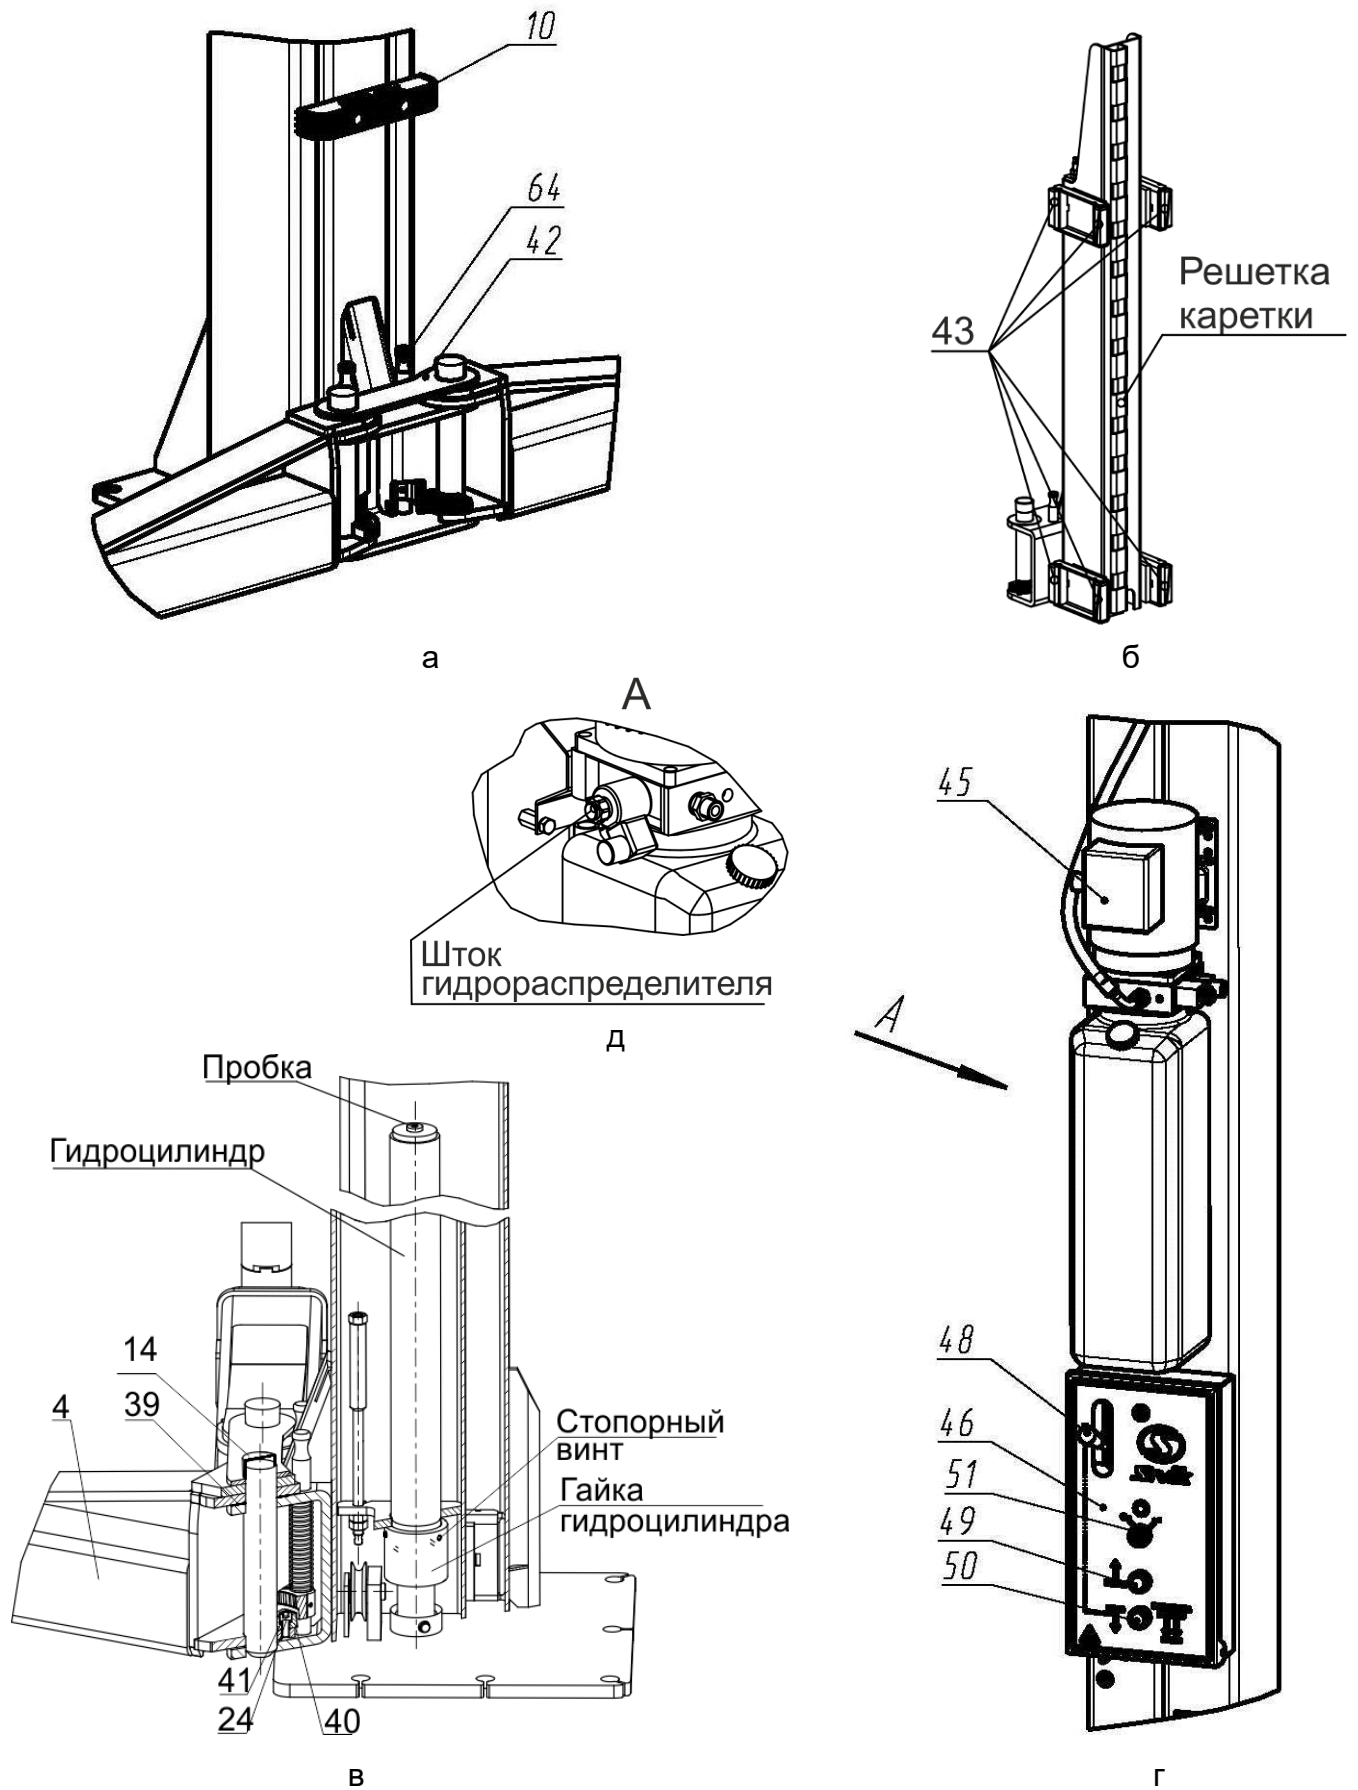
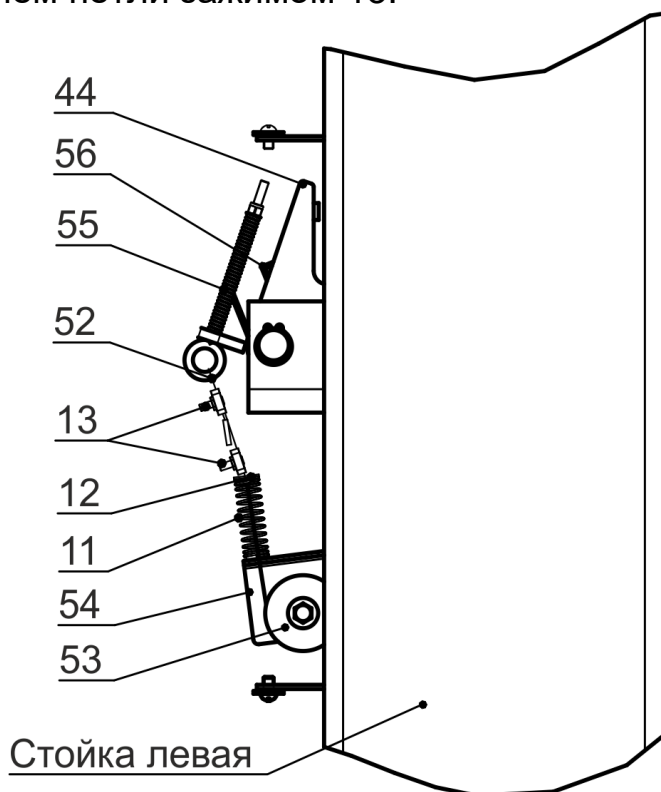

Рисунок 4.1 – Виды подъемника
Рисунок 6.5 - Система стопорения кареток
Подъемник (рисунок 3.1) состоит из двух стоек коробчатого сечения – правой 1 и левой 2, двух надставок 5 и 6 соединенных между собой поверху перекладиной 3. Подъемник имеет возможность регулировки по высоте от 4197(4712)¹ мм до 4447(4962)¹ мм. Это достигается креплением надставок 5 и 6 на первый или второй ряд крепежных отверстий. В стойках размещены каретки 63 с закрепленными на них поворотными телескопическими подхватами 4 равной длины. На концах подхватов 4 установлены опоры 7, подставки опоры 8,9. Подхваты фиксируются стопорными устройствами 64 (рисунок 4.1а), автоматически срабатывающими при подъеме автомобиля. При опускании кареток 63 в крайнее нижнее положение происходит автоматическое расстопорение подхватов 4. Каретки 63 приводятся в движение гидравлическими цилиндрами, установленными внутри стоек. Подъемник снабжен системой 62 тросовой синхронизации движения кареток 63.
Каждая каретка 63 (рисунок 4.1б) снабжена полиамидными ползунами 43, скользящими по беговым дорожкам стоек 1 и 2. Каретки фиксируются на требуемой высоте стопорами-защелками 44 (рисунок 6.5), закрепленными на стойках 1,2 и входящими в зацепление с решетками на каретках 63.
На правой стойке (рисунок 4.1г) размещена насосная станция 45 с пультом управления 46. Внутри насосной станции 45 находится клапан предохранительный, предотвращающий перегрузку в гидросистеме. Клапан предохранительный настроен на заданное давление и опломбирован.
Для предотвращения повреждения дверей автомобиля (при открывании) на каретки 63 установлены накладки 10, фиксируемые винтами М8х30, шайбами 8Г и шайбами 8 (рисунок 3.1 и рисунок 4.1а).
Управление подъемником осуществляется рычагом 48 (рисунок 4.1г) и двумя кнопками 49 и 50, установленными в пульте управления 46. Рычагом 48 осуществляется расстопорение кареток 63, а кнопками 49 и 50, подъем (кнопка 49) и опускание (кнопка 50) кареток 63.
ⓘ **ВНИМАНИЕ!** Перед сборкой проверить затяжку гаек гидроцилиндров и стопорных винтов (рисунок 4.1в).
6.6 Установить тросик системы стопорения (рисунок 6.5). Для этого снять крышку, закрывающую стопор-защелку 44 на левой стойке 2, отвернув два винта М6х10. Тросик 52 системы стопорения, закрепленный на правой стойке 1 (с насосной станцией 45), протянуть через блоки 35, направляющие трубки в перекладине 3 к стойки левой 2 и вывести через блок 53 и отверстие в кронштейне 54 наружу. На свободный конец тросика надеть пружину 11 со втулками 12, выбрать слабины тросика и затянуть зажим 13.
Для того чтобы проверить срабатывание упругой тяги 55, необходимо одному человеку прижать рукой защелку 44 к стойке 2, а другому повернуть рычаг 48 (рисунок 4.1г) вниз. Упругая тяга 55 должна вытянуться на полный ход штока.
При повороте рычага 48 вниз (рисунок 4.1г), защелка на левой стойке должна отвестись, так же как отвелась защелка на правой стойке. При повороте рычага 48 вверх (рычаг 48 должен удерживаться в верхнем положении пружиной), защелки на левой и правой стойке должны вернуться в исходное положение. Регулировка проводится выборкой слабины тросика 52 и обжатием петли зажимом 13.
6.9 Открутить пробку бака насосной станции 45 и залить масло (около 12 л) до верхней метки «МАХ» (рисунок 4.1г). Уровень масла контролировать визуально. Установить пробку бака на место.
- кратковременным нажатием на кнопку 49 (двигатель должен работать, вращение крыльчатки по стрелке на кожухе эл. двигателя, а из бака должно убывать масло, рисунок 4.1г).
- отвернуть пробки у каждого гидроцилиндра на один оборот (рисунок 4.1в)
7.2.1 Нажатием кнопки 49 поднять автомобиль, чуть выше требуемой высоты (защелки должны быть поджаты к стойкам, рисунок 6.5) и нажатием кнопки 50 опустить каретки 63 на защелки 44. Убедиться в том, что каретки 63 опустились на защелки 44 (при нажатии кнопки 50 каретки больше не опускаются). В этом случае гидравлическая система разгружена, вес автомобиля воспринимается стойками подъемника.